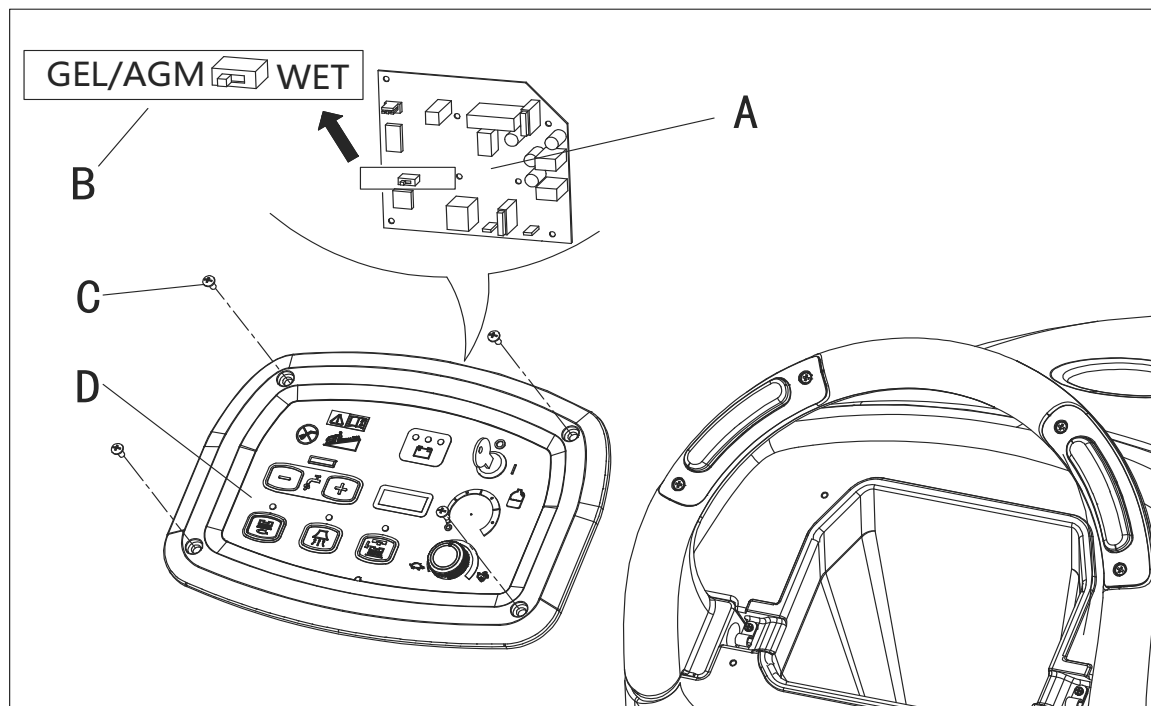

Figura 4
1. Gire la llave de ignición (54) a la posición «I» y en los primeros segundos de funcionamiento de la máquina, preste atención a lo siguiente:
- Si la luz de aviso verde (53) está parpadeando, la máquina está configurada para batería de GEL/AGM.
- Si la luz de aviso roja (51) está parpadeando, la máquina está configurada para batería HÚMEDA.
4. Desenrosque los tornillos en el panel de control (C, Figura 4), y a continuación dé la vuelta al Tablero del panel de control (PCB) (A, Figura 4) para encontrar el interruptor DIP (B, Figura 4) para configurar el tipo de batería (HÚMEDA o Discover EV AGM o GEL/AGM).